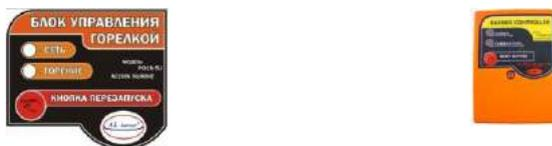

Рис. 13. Блок управления Горелкой.
Распыление топлива через форсунку обеспечивается с помощью сжатого воздуха, подаваемого по пневмолинии воздушным компрессором. Сжатый воздух является «первичным воздухом». Первичный воздух поступает от компрессора по магистрали (Рис. 11 поз.1), проходит через электромагнитный клапан (рис.11 поз.2), регулятор давления (Рис. 13 поз.3) и с необходимым давлением идет по медному трубопроводу (Рис.11 поз.8) на форсунку горелки. При запуске горелки первые 7 секунд первичный воздух проходит через электромагнитный клапан дросселя (Рис.14 поз.4) и дроссель (Рис.11, поз.5). Регулировка давления осуществляется регулятором давления первичного воздуха (Рис.11 поз. 3) и дросселем (Рис.11, поз. 4). При запуске горелки, первые 7 секунд первичный воздух проходит через дроссель (Рис.11, поз.6) обеспечивая давление 0,4-0,8 бара, контролируемое по манометру (Рис. 11 поз.9). Для уменьшения давления запуска поворачивайте регулировочный винт (Рис.11 поз.7) в верхней части дросселя, против часовой стрелки, для увеличения по часовой, после регулировки зафиксируйте положение дросселя контргайкой (Рис. 11 поз.6), количество воздуха проходящего через дроссель должно обеспечивать стабильный запуск горелки. Через 7 секунд открывается основной воздушный клапан (Рис.11 поз.2) обеспечивая давление 1,0-3,0 бар, оптимальное для горения. Для изменения регулировки давления воздуха поднять верхнюю крышку регулятора давления (рис.11 поз.3) до щелчка, для уменьшения давления воздуха поворачивать против часовой стрелки, для увеличения по часовой. Оптимальное рабочее давления 1,0-3,0 бар, контролируемое по манометру (Рис. 11 поз.9). После регулировки давления опустить верхнюю крышку до щелчка.
3.5.6. Нажмите кнопку «Сеть» (POWER) на топочном автомате Горелки (Рис.13) и установите температуру нагрева котловой воды согласно паспорта котла.